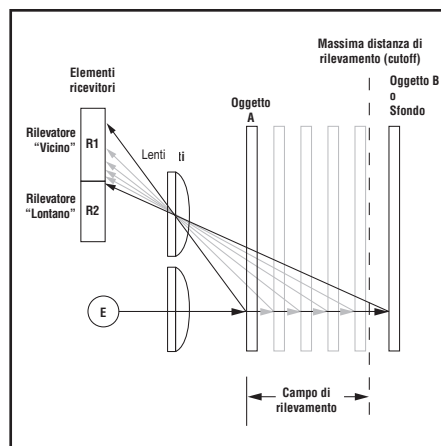

Figura 2. Sistema a campo regolabile
Il sensore confronta la luce del raggio emesso (E) riflessa dall'oggetto verso i due rilevatori orientati in modo diverso R1 e R2 (vedi Figura 2). Se il segnale luminoso ricevuto dal rilevatore "Vicino" (R1) è più forte di quello "Lontano" (R2) (vedi oggetto A, più vicino del punto di cutoff), il sensore reagisce alla presenza dell'oggetto. Se, viceversa, il rilevatore "Lontano" (R2) riceve un segnale più forte rispetto all'altro (R1) (vedi oggetto B, oggetto situato oltre il punto di cutoff), il sensore ignora l'oggetto.